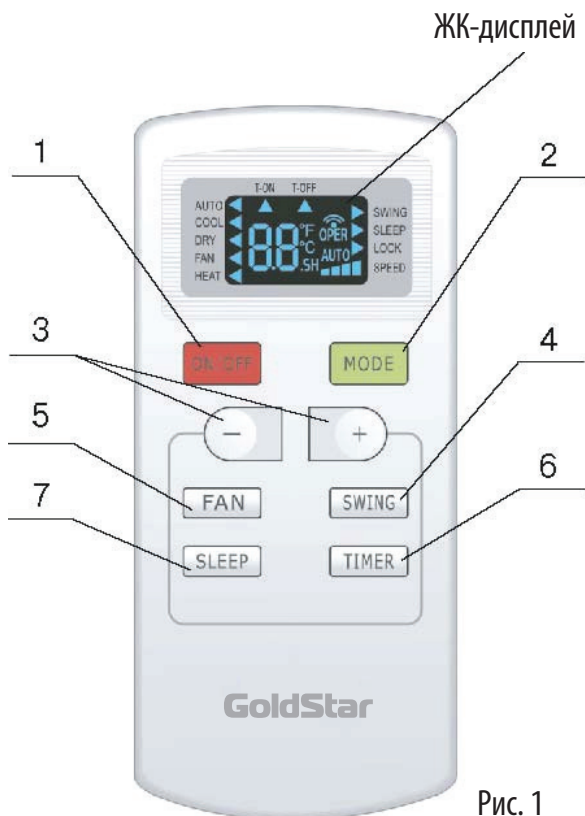

Рис. 1
- Для управления кондиционера применяется инфракрасный дистанционный пульт (рис. 1).
- Комментарии к рис. 1 см. таблицу